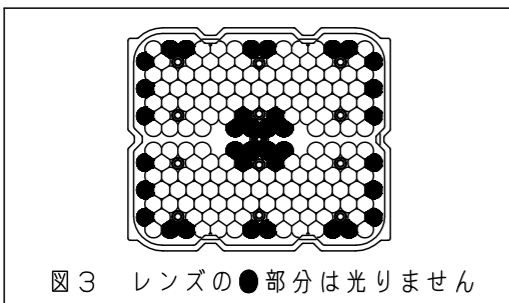

図3 レンズの●部分は光りません
- LEDユニットは設計上、LEDを搭載しておらず点灯しない部分があります。あらかじめご了承ください。（図3）